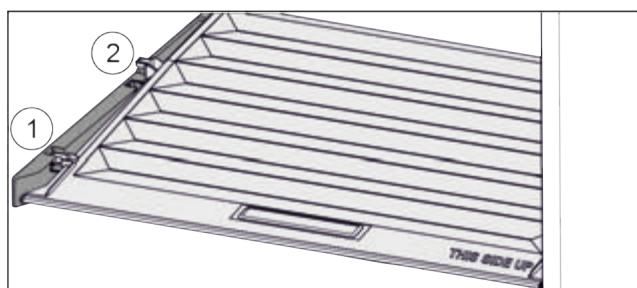

Fig. 90
- Кришку до отвору в деталях для підтримки потягнути вперед Fig. 90 (1).
- Підняти ззаду знизу та вийняти Fig. 90 (2) вгору.